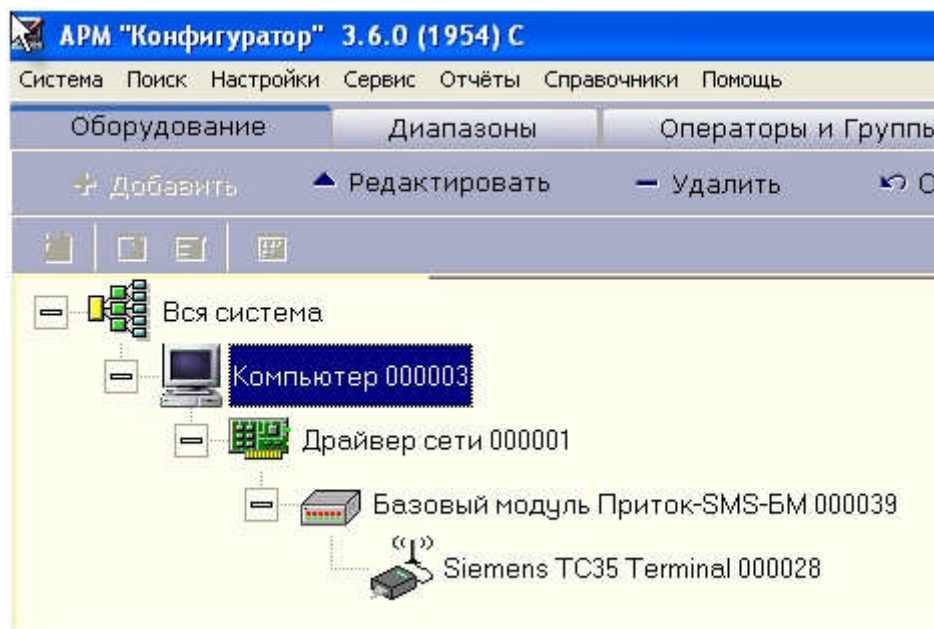

Рис. 10 Описание БМ в АРМ Конфигураторе.
4.1 БМ описывается в конфигурации по следующей схеме: Компьютер → Драйвер сети → Базовый модуль Приток-SMS-БМ → Siemens TC35 (MC55) Terminal → БК-03Х (см. Рис. 10).